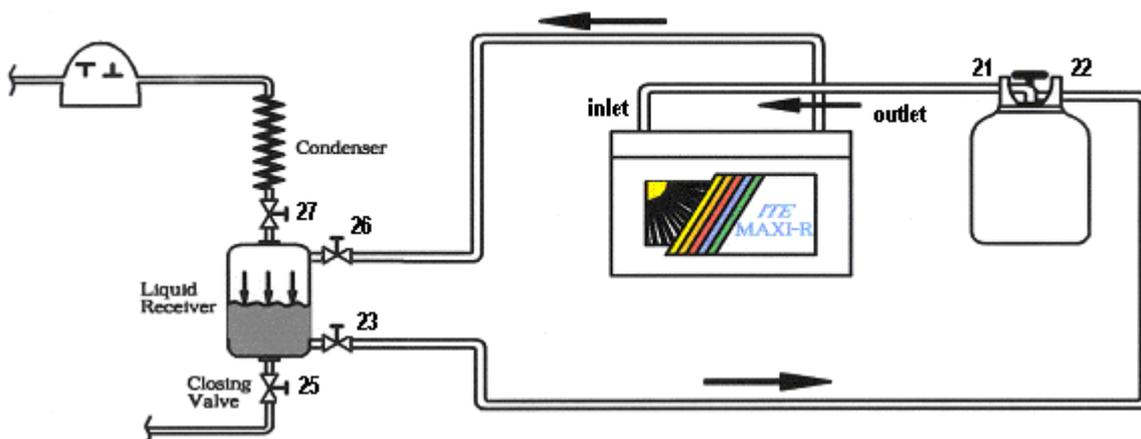

Fig. 4
- б. Ресивер имеет подсоединение на жидкостной стороне и вентиль на выходе (Рис. 4).
- Подсоедините станцию к системе согласно рис. 4 (синий вентиль баллона 21 к входу 3 станции Maxi-R/V2, красный вентиль баллона 22 к жидкостному вентилю ресивера 23). Подсоедините выход 4 к паровому вентилю 26 ресивера.